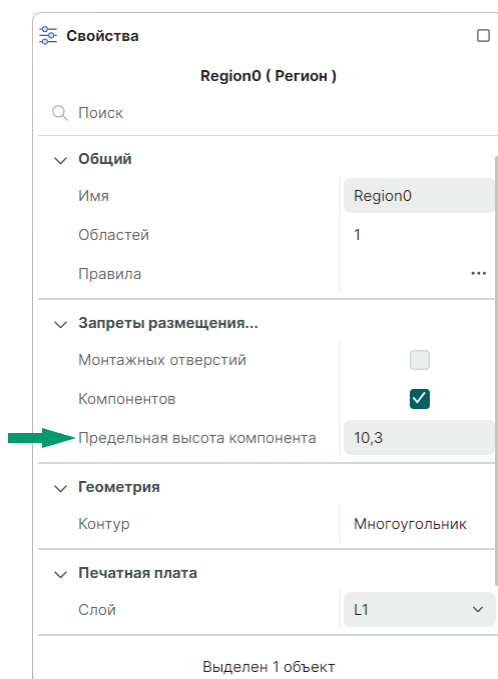

Рис. 171 Предельное значение высоты для компонента в регионе
2. Задайте требуемое значение высоты в текстовом поле «Свойства» → «Запреты размещения...» → «Предельная высота компонента», см. Рис. 171. Значение устанавливается в тех единицах измерения, которые используются в данном проекте.